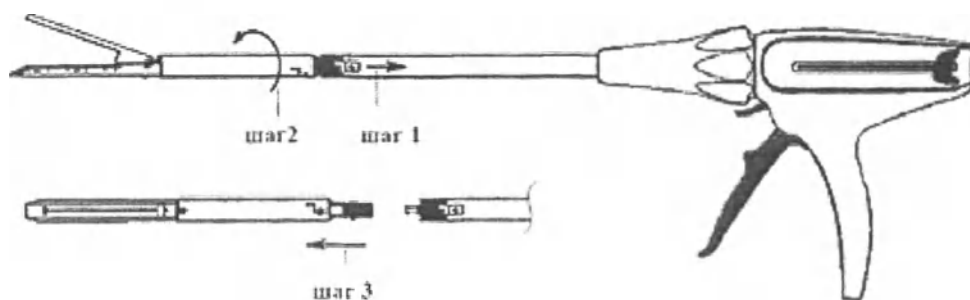

Рисунок 6 - Степлер медицинский линейный режущий однократного применения
1. Убедитесь, что зажим загрузочного устройства полностью открыт, полностью отведите черные возвратные ручки. Потяните кнопку разгрузки / разблокировки назад к степлеру, поверните загрузочное устройство против часовой стрелки на 45° и отделите съёмную часть от степлера (рис.6, 6а).
Рисунок 6а - Степлер медицинский линейный режущий однократного применения